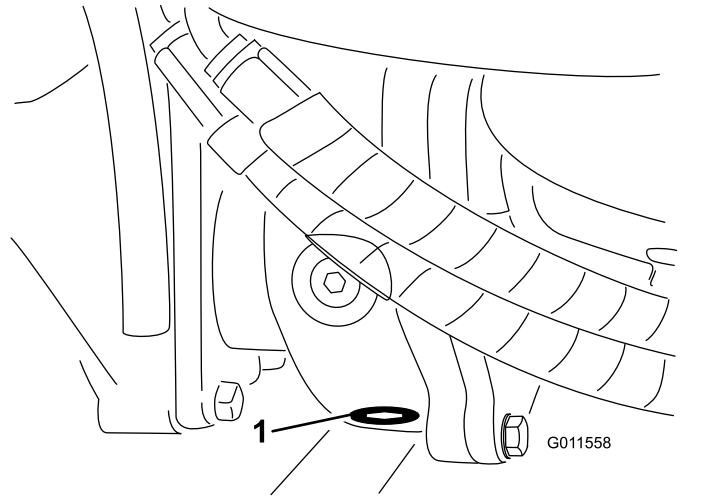

Bild 71
5. Reinigen Sie den Bereich um die Ablassschraube an der Unterseite des Getriebes (Bild 71).